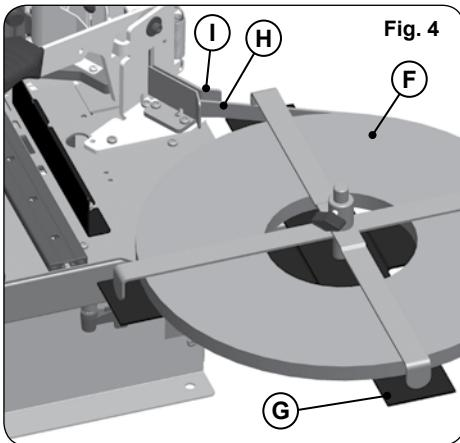

Fig. 4
- 3- Depositar el rollo F (Fig. 4) de canto sobre el cargador G (Fig. 4).
- 4- Encarar el canto H (Fig. 4) sobre la escuadra de apoyo I (Fig. 4).
3. Place the edge roll F (Fig. 4) on the loader G (Fig. 4).
4. Align the edge H (Fig. 4) on the support square I (Fig. 4).
3. Poser le rouleau F (Fig. 4) de chant sur le dévidoir G (Fig. 4).
4. Mettre face à face le chant H (Fig. 4) sur l'équerre d'appui I (Fig. 4).
3. Stellen Sie die Kantenrolle F (Abb. 4) auf die Ladeeinheit G (Abb. 4).
4. Richten Sie die Kante H (Abb. 4) am Anlegewinkel aus I (Abb. 4).
3. Sistemare il rotolo F (Fig. 4) di bordo sul caricatore G (Fig. 4)
4. Affiancare il bordo H (Fig. 4) sulla squadra di appoggio I (Fig. 4).
- Colocar o rolo F (Fig. 4) dos cantos sobre o carregador G (Fig. 4)
- Colocar o canto H (Fig. 4) face à esquadria de apoio I (Fig. 4)